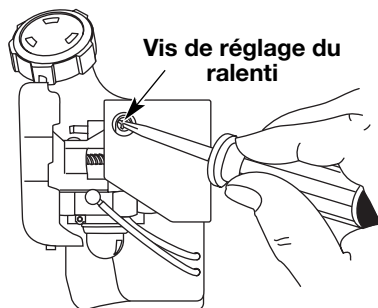

Fig. 38
La vitesse de ralenti du moteur est réglable à l'aide d'une vis de réglage accessible par un trou situé sur le dessus du couvercle du moteur (Fig. 38).
2. Relâchez le levier d'accélérateur et laissez le moteur au ralenti. Si le moteur s'arrête, insérez un petit tournevis à embout cruciforme ou à tête plate dans le trou du couvercle du moteur (Fig. 38). Vissez la vis de réglage du ralenti de 1/8 de tour à la fois (selon le besoin) jusqu'à ce que le moteur tourne au ralenti.